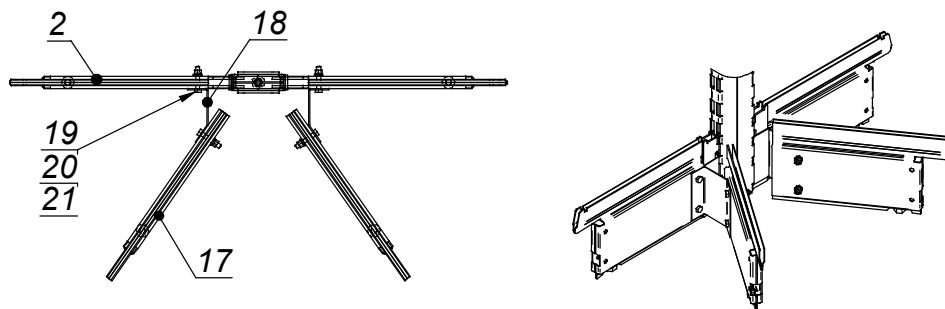

Рисунок 2 – Крепление стенок боковых торцевых
3.3.2 Соединить стенки боковые со стойками (поз.3) при помощи имеющихся крючков, согласно рис. 1а. Крючки пластины стенки боковой должны быть вставлены до упора, то есть до касания нижних кромок пазов с верхними краями соответствующих пазов стоек. Установить кронштейн опоры (поз.16) на каждую из стоек в соответствии с рис. 1б. При сборке торцевого стеллажа стенки боковые торцевые (поз.17) необходимо прикрепить к стенкам боковым (поз.2) кронштейнами (поз.18) при помощи болтов М6х30 с гайками и шайбами (поз.19-21) согласно рис.2.